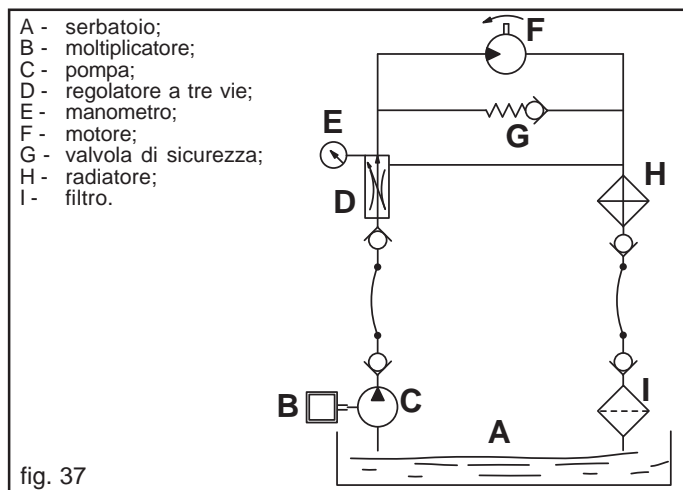

fig. 37
- Alimentazione dell'olio: attenersi ai dati dello schema Fig. 37.